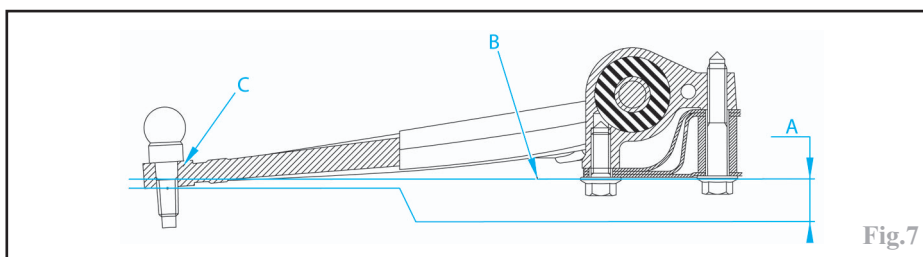

Fig.7
- lever le triangle de telle sorte que son extrémité inférieure (A) (Fig.7) soit **10 mm** en dessous du plan inférieur (B) du berceau au niveau du palier arrière puis serrer les vis de fixation au couple prescrit.